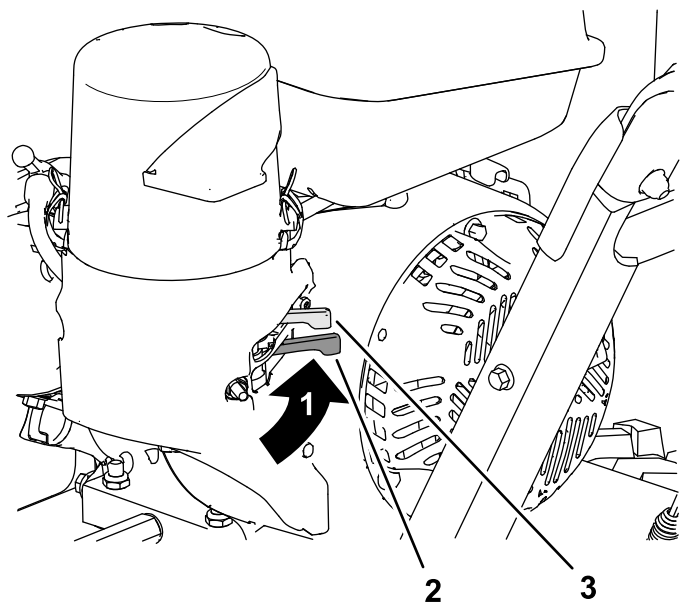

Figura 11
Spostate la valvola di intercettazione del carburante, situata sotto lo starter, a destra per attivare il carburante (Figura 11).
- Sul lato posteriore sinistro del motore, spostate la leva dello starter a sinistra, in posizione ON. A motore caldo, lasciate lo starter in posizione OFF (Figura 11).
- Lasciate riscaldare il motore per diversi minuti, quindi portate lo starter verso la posizione OFF (Figura 11).
5. Utilizzate la valvola di intercettazione del carburante per spegnere il flusso di carburante quando prevedete di non utilizzare la macchina per qualche giorno, parcheggiate la macchina all'interno di un edificio o trasportate la macchina da e verso il sito di lavoro (Figura 11).